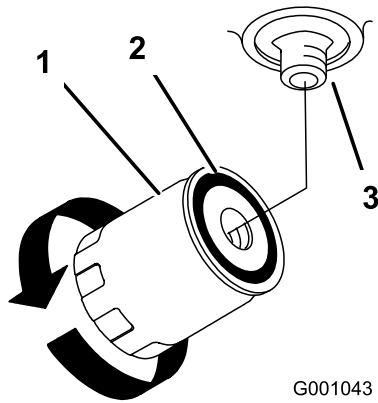

Figura 77
4. Aplique una capa fina de aceite hidráulico a la junta de goma sobre el filtro nuevo (Figura 77).
7. Llene el depósito de aceite hidráulico con aceite hidráulico hasta que éste rebose por encima del filtro, gire el filtro en el sentido de las agujas del reloj hasta que la junta de goma entre en contacto con el adaptador del filtro, luego apriete el filtro media vuelta más (Figura 77).